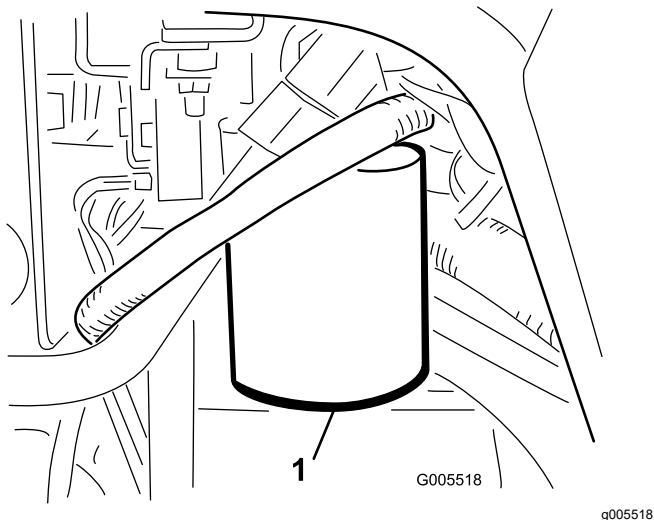

图 56
1. 清洁过滤器安装区周围的区域 图 56。在过滤器下面放置一个放油盘并拆下过滤器。